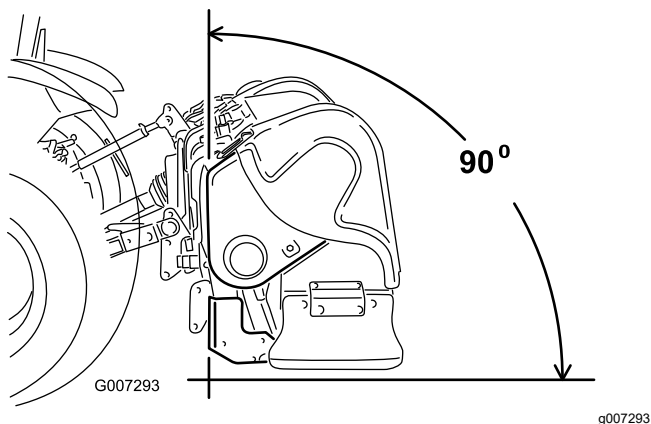

Рисунок 7
**Примечание:** Для обеспечения наилучшего качества прокола при аэрации передняя часть машины должна быть расположена вертикально во время работы (**Рисунок 7**). Отрегулируйте верхнюю тягу, чтобы настроить этот угол. См. дополнительную информацию в разделе Советы по эксплуатации (страница 31).